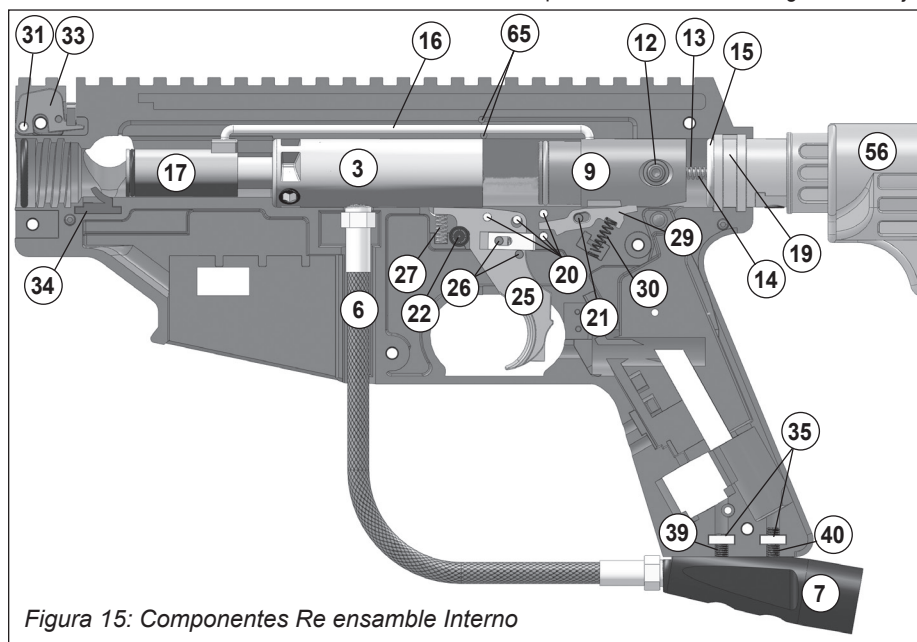

Figura 15: Componentes Re ensamble Interno
10. Con el lado izquierdo descubierto (como se observa en la Figura 15), hale hacia afuera el **Tapón Posterior** (19), para remover el empaque Bumper (15), el **Pasador de Resorte Guía** (14) y el **Resorte Guía** (13). Estas partes deben ser removidas antes para poder remover **El Tornillo Posterior del Mango** (12).
11. Desconecte el **Brazo Conector** (16) desde la parte **Posterior** (9) y **El Tornillo Frontal** (17).
12. Deslice para afuera del **Tubo de Potencia** (3) el **Tornillo Frontal** y revise el **Empaque** (18). Limpie y engrase el empaque O y en caso de estar en mala condición, reemplacelo con uno nuevo. Haga lo mismo con el **Empaque O posterior** (10).
1. Refiérase a la figura 15 y verifique que las siguientes partes estén en su lugar: Ensamble del Gatillo y Pasadores (20,25,26 y 27), Seguro (22), pasador de Cierre (21), Cierre (29), Resorte del Cierre (30).Angulo del Cerrojo (33), Pasador (31),Resorte (32 no se muestra), Perno Frontal* (17), Acople de Enganche (34),Brazo Conector* (16),Pasadores del Brazo Conector (65,cantidad 2),Tornillo Trasero*(9), Resorte Guía*(13),Pasador Guía* (14),Empaque O Bumper (15)Tapón Posterior (19), y dos Turcas del Adaptador Suministro de Aire (35)